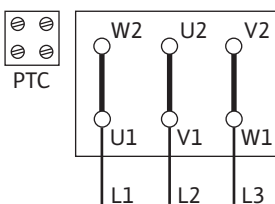

Fig. 12: Δ-lülitus
- Võrguühendus oleneb mootori võimsusest P2, toitepingest ja sisselülitamiseast. Ühendussildade vajalikku lülitust klemmikarpides vaadake järgmisest tabelist ning joonistelt Fig. 12, 13 ja 14.